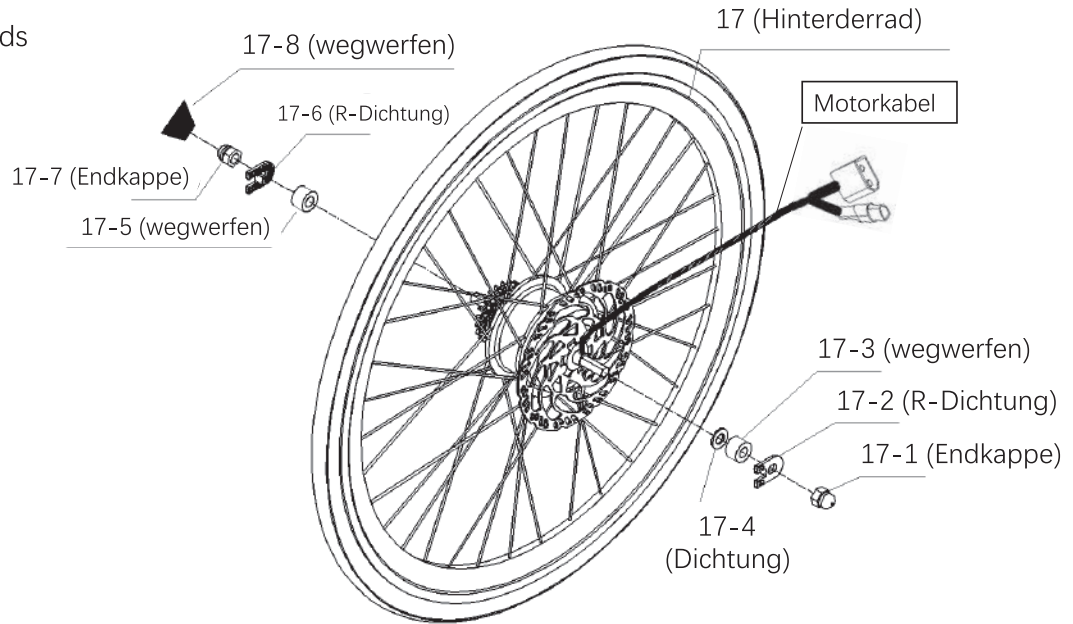

Abb. 27
a. Entfernen Sie die Einzelteile von Teil 17 mit Ausnahme der Dichtung 17-4 und entsorgen Sie dann 17-8, 17-5 und 17-3, wie in Abb. 27 gezeigt.